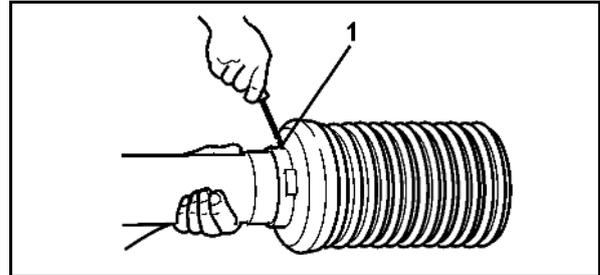

Fig. 55
2. Arretierschraube (Fig. 55/1) am Schutztrichter herausdrehen.